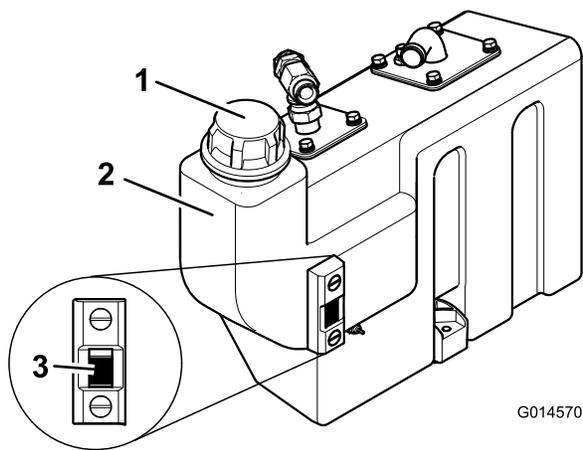

Figura 29
3. Qualora sia necessario altro olio idraulico, pulite l'area attorno al tappo del serbatoio idraulico (Figura 29). Togliete il tappo dal serbatoio.